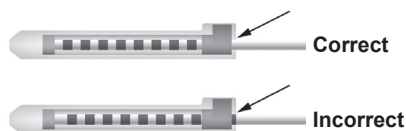

Figure 7 : Fixation de la sonde dans le capuchon de la sonde
a. Insérez l'extrémité proximale de la sonde dans le capuchon de la sonde jusqu'à son arrêt (Figure 7).